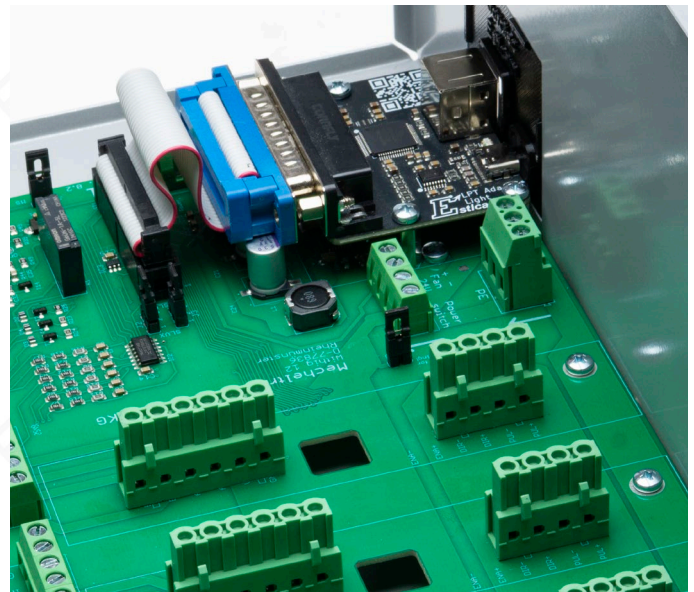

Bild 10: Das montierte Adaptermodul mit angeschlossenem Verbindungskabel
- Verbinden Sie Adaptermodul und Hauptplatine mit dem Verbindungskabel. Siehe Bild 10.